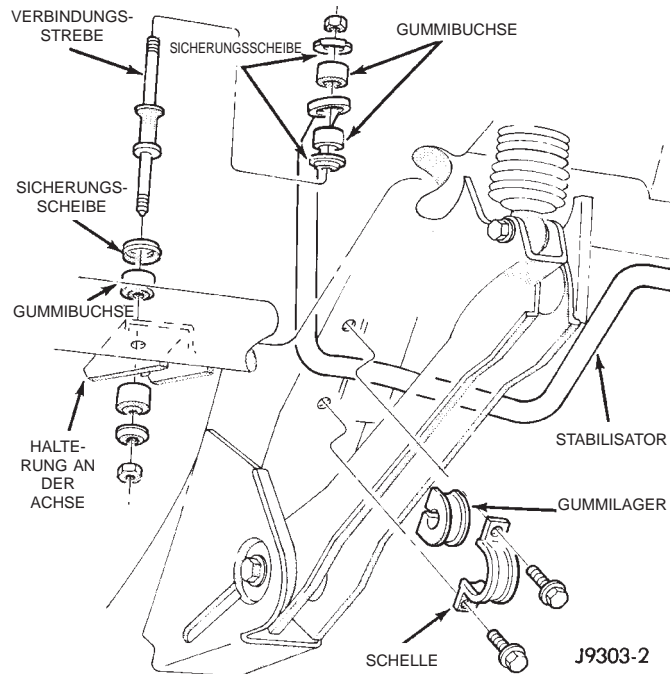

Abb. 4 Stabilisator hinten
(1) Fahrzeug anheben und sicher abstützen. Ein Rad abbauen.
(2) Die Verbindungsstreben des Stabilisators von der Achse abbauen (Abb. 4).
(3) Die Aufhängungen der Auspuffanlage am Schalldämpfer und am Endrohr aushängen und die Auspuffanlage absenken.
(4) Den Stabilisator von den Verbindungsstreben lösen.
(5) Die Schellen des Stabilisators von den Längsträgern abschrauben. Den Stabilisator ausbauen.